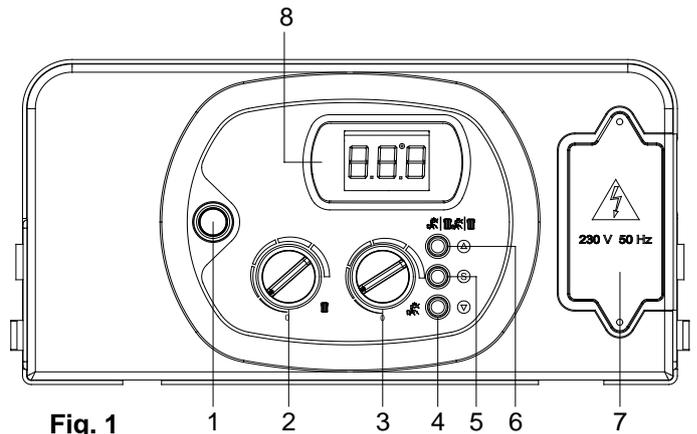

Fig. 1
- attivare la caldaia posizionando l'interruttore **1** su ON (fig. 1);
Per commutare la caldaia in funzionamento "ESTATE" agire sul pulsante **6** (fig. 1) in questo caso la caldaia lavora solo per la funzione sanitario. L'impostazione in modalità "ESTATE" della caldaia è rappresentato dall'accensione del simbolo  con segnale fisso sul display del pannello comandi.
Per commutare la caldaia in funzionamento "INVERNO" agire sul pulsante **6** (fig. 1) per selezionare solo la funzione riscaldamento. L'impostazione in modalità "INVERNO" della caldaia è rappresentato dall'accensione del simbolo  con segnale fisso sul display del pannello comandi.
Per commutare la caldaia in funzionamento ESTATE/INVERNO agire sul pulsante **6** (fig.1); in questo caso la caldaia lavora solo per le funzioni riscaldamento/acqua calda sanitaria. Il funzionamento ESTATE/INVERNO si riconosce dall'accensione contemporanea dei simboli   con segnale fisso sul display del pannello comandi.
La regolazione della temperatura si effettua per mezzo della manopola **2** (fig.1);
La regolazione della temperatura si effettua per mezzo della manopola **3** (fig.1);
In questo paragrafo sono elencati i possibili codici di errore che la caldaia può visualizzare nel display **8** (fig. 1 pag. 2) con le relative segnalazioni e le relative operazioni che l'utente può effettuare per lo sblocco della caldaia.